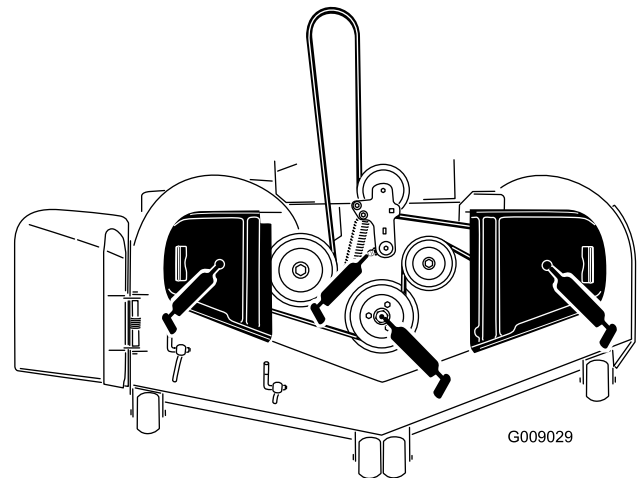

Figura 44
3. Engrase el pivote de la polea tensora de la carcasa de corte hasta que salga grasa por el extremo inferior (Figura 44).
4. Si su máquina tiene ejes engrasables, engrase los cojinetes de los 3 ejes hasta que salga grasa de las juntas inferiores (Figura 44).